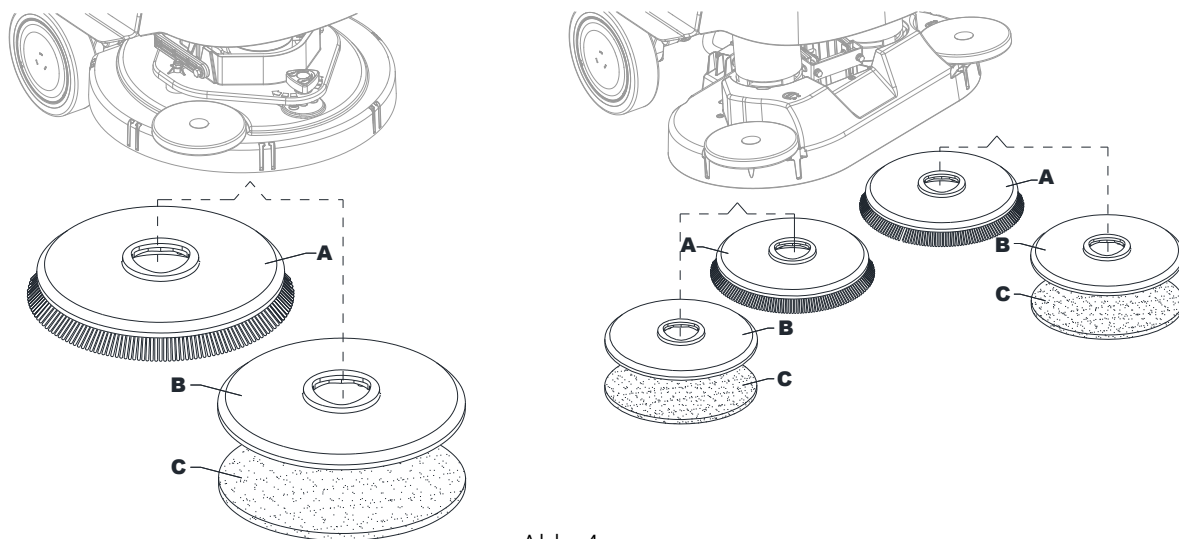

Abb. 4
An das Gerät kann sowohl die Bürste (A, Abb. 4) als auch der Padhalter (B) mit Pad (C) montiert werden, je nach auszuführender Bodenbehandlung.
1. Die Bürste (A) oder den Padhalter (B) unter dem Scheuerdeck (39) / Doppelscheibendeck (43) positionieren.
2. Drücken Sie die Start/Stopp-Taste (62) und geben Sie das Passwort ein, um das Gerät zu starten. Mit dem Drehknopf (67) den Modus Bürste anbringen/abwerfen (71) auswählen, die Auswahl Taste (61) zur Bestätigung drücken.